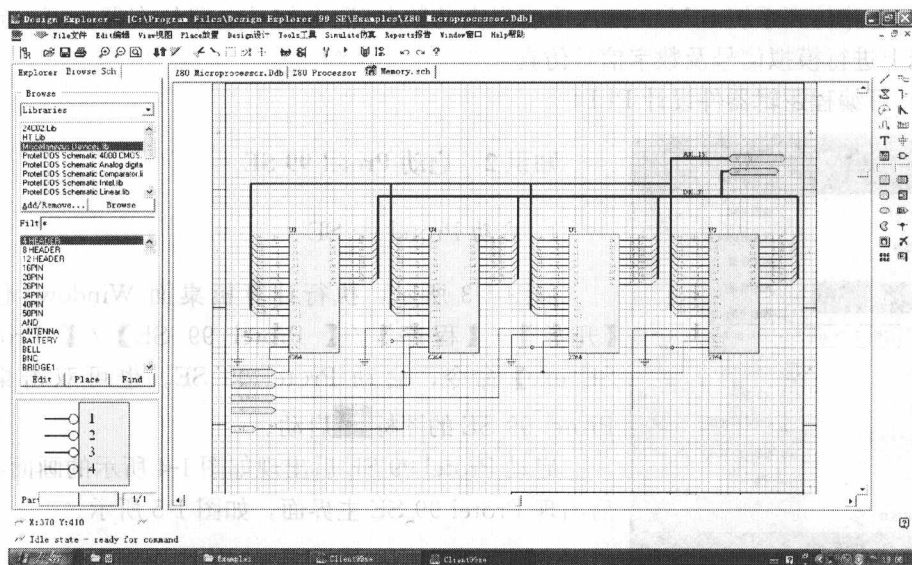

图 1-1 Protel 99 SE 设计的原理图示例
1) 原理图设计系统 (Sch99) 包括原理图编辑器 Sch、元件编辑器及各种数据报表生成器。主要功能为原理图元件的修改和生成, 以及电路原理图的设计, 为印制电路板 (PCB) 的设计打好基础。图 1-1 展示了一张用 Protel 99 SE 设计的原理图。